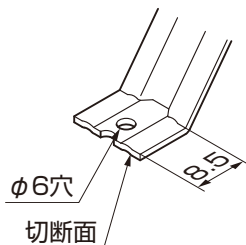

図4-6
- ②タイトフレーム (中間用) にφ6の穴加工をしてください。(図4-6 参照)
- ④タイトフレームの切断面にはタッチアップしてください。(図4-6 参照)
(3) 枠部材の加工